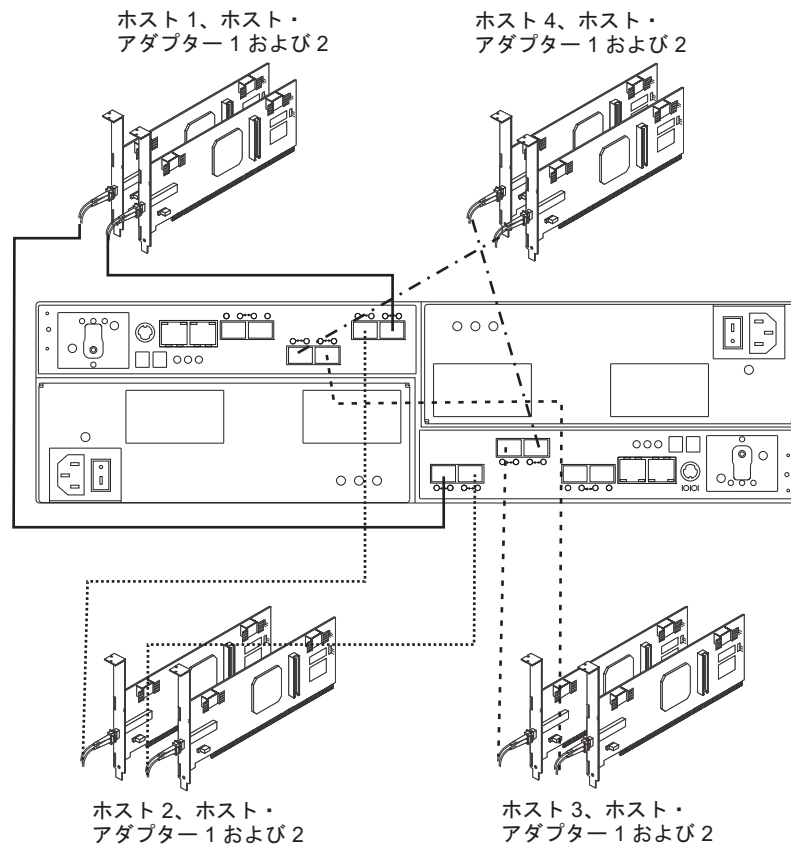

図 54. 2 つの冗長ホスト接続のケーブル接続図
3. その他の冗長ホスト接続ごとに、ステップ 1 および 2 を繰り返します。DS3950 ストレージ・サブシステムでは 97 ページの図 54 に示されているような 2 つの冗長ホスト接続、あるいは最大 4 つの冗長ホスト接続 (図示していません) を作成することができます。4 つの冗長ホスト接続では、DS3950 ファイバー・チャンネル・ホスト・バス・アダプターまたはファイバー・チャンネル・スイッチ・ポ